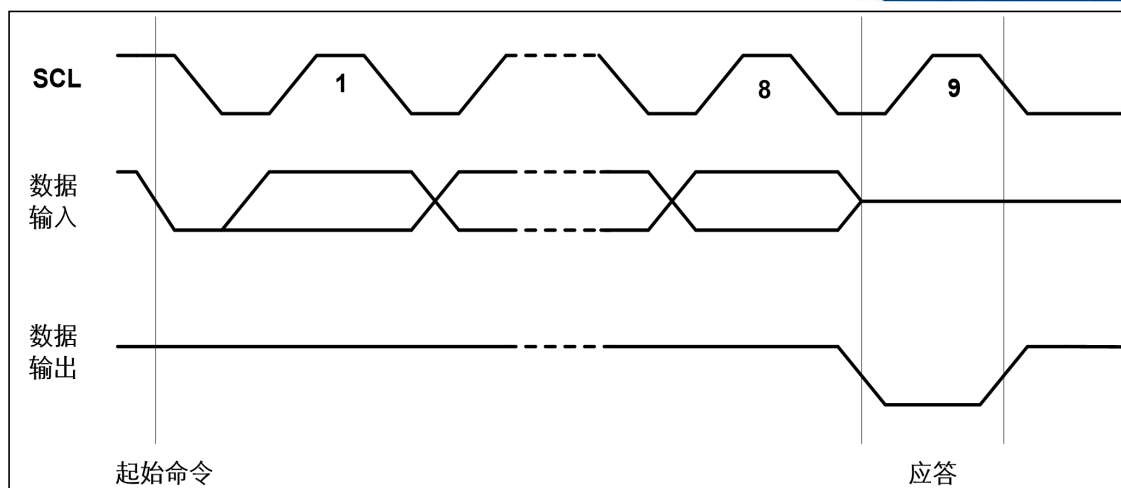

图 19-5 输出应答(ACK)
**输出应答:**SDA 上的数据都是以 8 位为一组串行输入和输出的, MSB 先发, 接收方在收完每个字节后应当在第 9 个周期回发一个回应 acknowledge 位(以下简称 ack), ack 的时钟由主机提供。发送方在 ack 期间悬空 SDA, 接收方须将 SDA 拉低, 确保 ack 时钟高电平期间 SDA 为低, 形成有效的 ack 信号(参见图 19-5)。